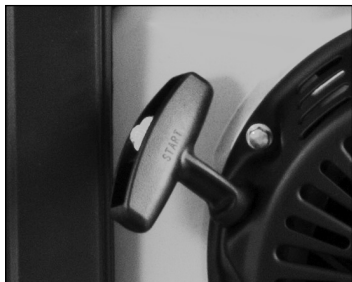

рис. 10
10. Медленно вытащите шнур ручного стартера, а затем быстро потяните его (рис. 10).